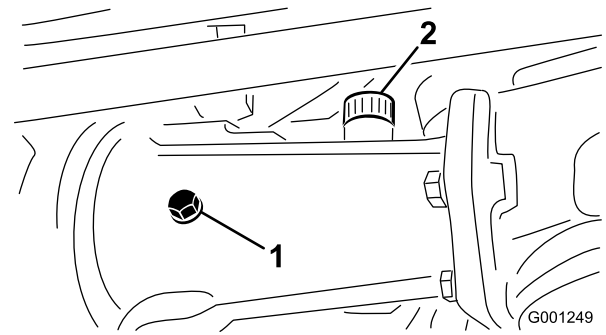
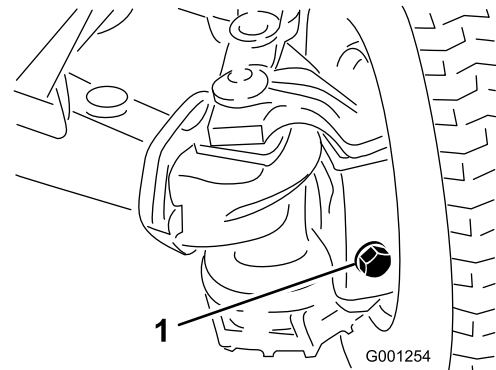

Bild 27
Bild 28
2. Entfernen Sie die Prüfschrauben aus der Achse und stellen Sie sicher, dass der Schmierstoff die Unterseite aller Löcher erreicht. Wenn das Niveau niedrig ist, nehmen Sie die Füllschrauben ab und füllen Sie ausreichend Schmiermittel ein, um das Niveau auf die Unterkante der Prüfschraubenlöcher anzuheben (Bild 27 und Bild 28).